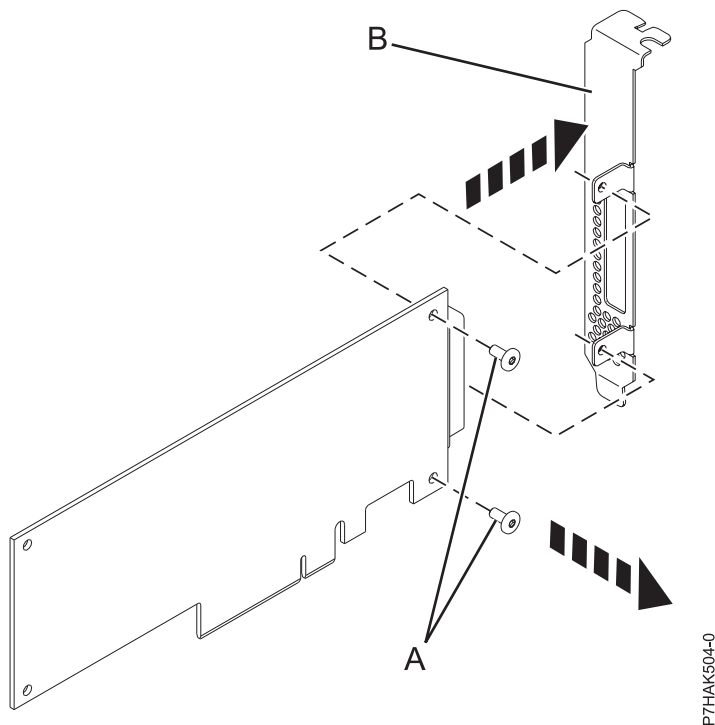

Figura 78. Extracción de la contrapunta de perfil alto de un adaptador PCIe nuevo
8. Mediante un destornillador Phillips, desenrosque los dos tornillos (A) que sujetan la contrapunta de perfil alto (B) al nuevo adaptador PCIe, como se muestra en la Figura 78.